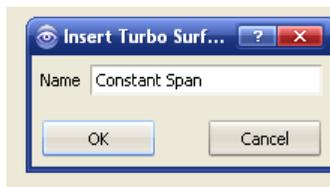

Рис. 7.13. Меню *Insert Turbo Surface*
2. В появившемся окне *Insert Turbo Surface* (рис. 7.13) ввести имя турбо-поверхности, например, *Constant Span*.